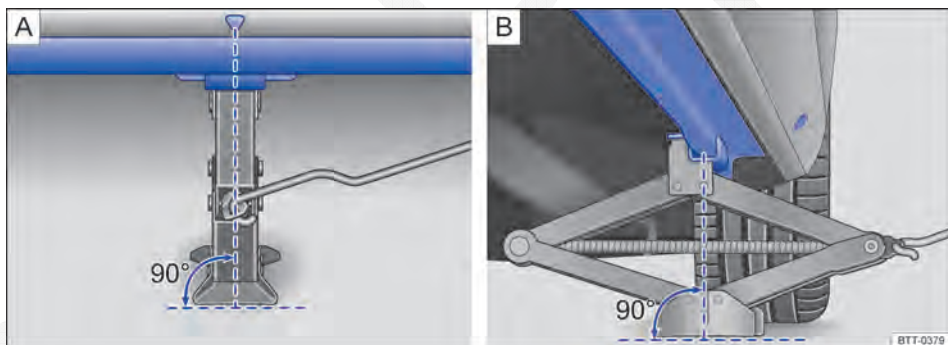

Fig. 296 Colocar o macaco sanfona no lado esquerdo traseiro do veículo.
O macaco somente pode ser posicionado nos pontos de recepção indicados, nas marcação da carroceria → Fig. 296. Deve ser considerado o ponto de apoio localizado junto à roda correspondente → ⚠️.
- Procurar sob o veículo o ponto de apoio do macaco → Fig. 296 mais próximo da roda a ser trocada.
- Garantir que a base do macaco, com toda sua superfície, esteja sobre o chão e que a base se encontre perpendicularmente abaixo do ponto de colocação → Fig. 296.
- Alinhar o macaco e, simultaneamente, levantar a garra do macaco até ela se encaixar na travessa debaixo do veículo → Fig. 296.
- Posicionar o macaco somente nos pontos indicados. A garra do macaco deve se encaixar no perfil da longarina de forma segura → Fig. 296.